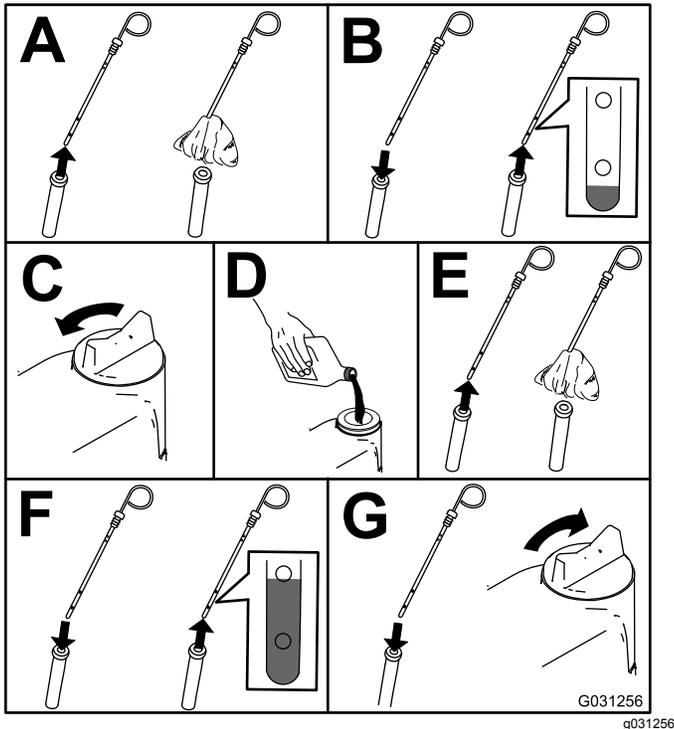

Figure 74
2. Contrôlez le niveau d'huile moteur (Figure 74).